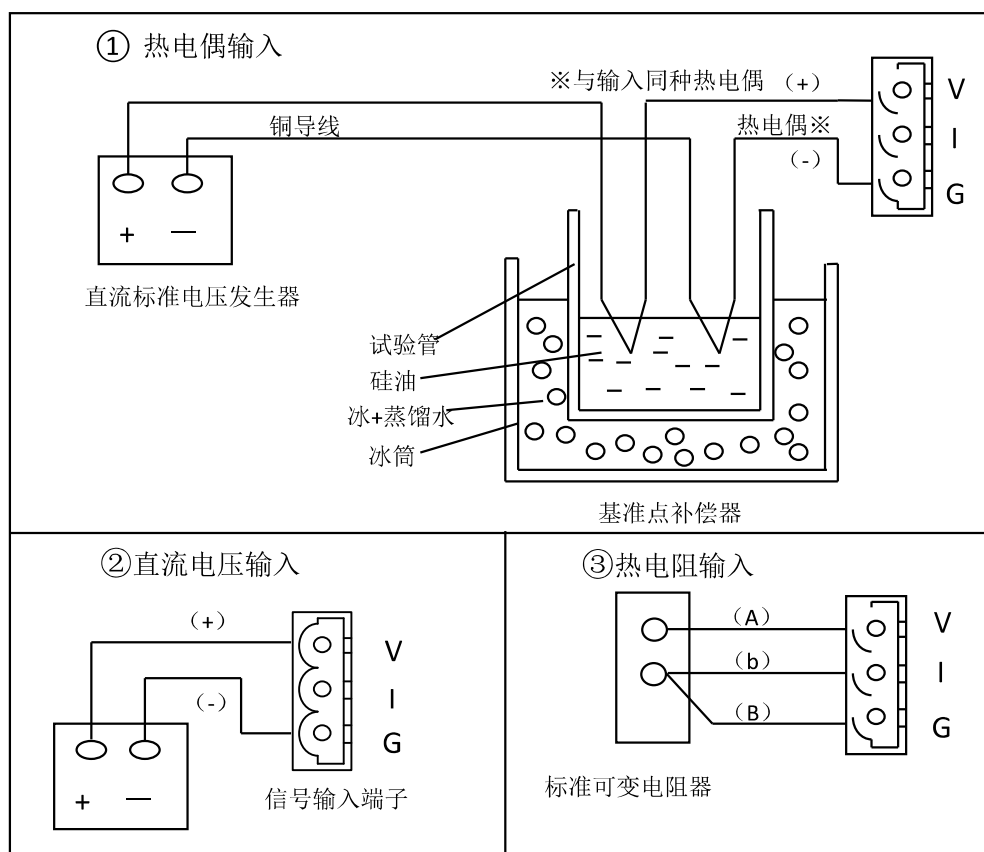

图 7-4 校验接线图
(1) 将校验用仪表（精度不低于 0.1%）连接在记录仪的输入端子上，接线方法参照图 7-4。在校验开始前，仪器和记录仪表应预热 30 分钟以上。
(2) 调整标准信号发生器给出仪表满量程的 0%，25%，50%，75%，100%等值，检查输入值、显示值、记录值是否一致。
(3) 如记录仪各点的指示误差均在 $\pm 0.3\%$ ，显示误差在 $\pm 0.2\%$ ，则结束校验。
(4) 记录值误差超差时，请按照“7.3 调整”的方法对仪表进行调整。